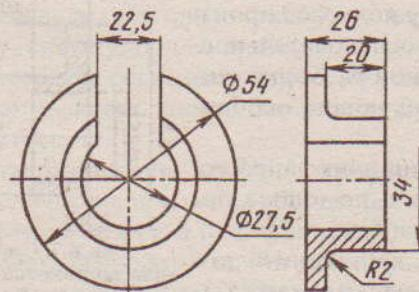

Рис. 6.5. Оправка для выпрессовки подшипника с полуоси предельно допустимой величины (табл. 6.2) корпус заменяют.
- ✓ с помощью оправки (рис. 6.5) выпрессовать подшипник с полуоси.